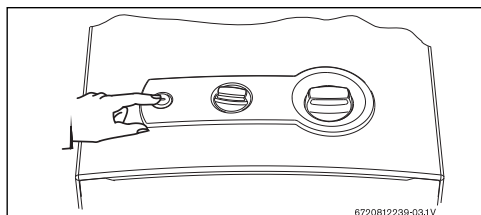

Fig. 5
- ▶ A cet effet, tourner tout simplement l'interrupteur (Fig. 5). Une fois ceci effectué, l'allumage automatique a lieu à chaque fois que l'on ouvre un robinet d'eau chaude. La veilleuse s'allume d'abord et environ quatre secondes plus tard, le brûleur s'allume. La flamme de la veilleuse s'éteint au bout d'une courte durée. Ceci permet d'économiser une quantité importante d'éner-